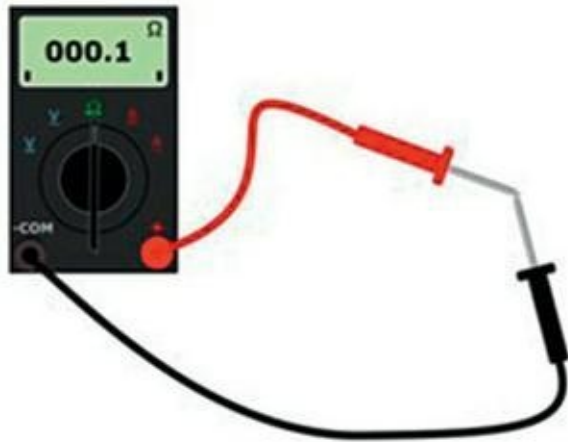

FIGURE 16-6 Pour être sûr que votre multimètre fonctionne correctement, joignez les deux sondes et vérifiez qu'il indique zéro ohm.
- 3. Branchez les deux cordons de test dans les prises appropriées de l'appareil, puis mettez leurs deux extrémités métalliques en contact (voir Figure 16-6).**